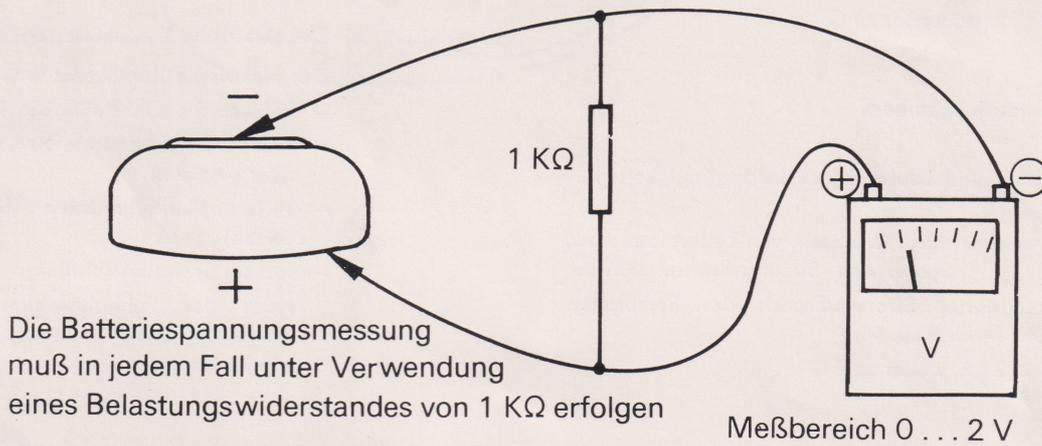

Abb. 8: Messen der Batteriespannung im ausgebauten Zustand
Messung: Batteriespannung  $U_B$  im ausgebauten Zustand (nach Abb. 8)
- Spannungskontrolle nach Abbildung 8